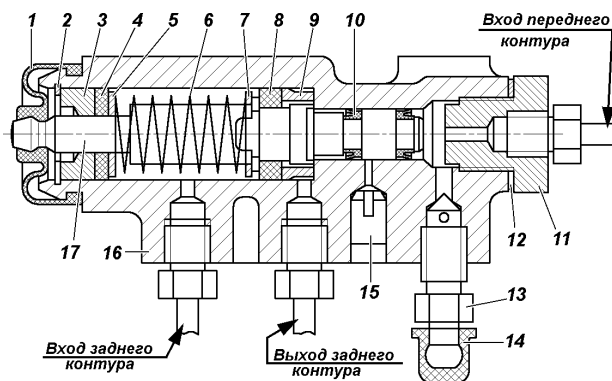

Рис. 9.37. Регулятор давления:
**Регулятор давления** (рис. 9.37). При обслуживании проверяйте работоспособность регулятора давления. Очищайте регулятор от грязи и проверяйте надежность его крепления. Внешним осмотром убедитесь, что регулятор и детали его привода не имеют повреждений, отсутствуют
Обращайте внимание при осмотрах гидропривода на расположение контрольной заглушки 15 (рис. 9.37) и отсутствие подтекания из-под нее тормозной жидкости. В нормальном состоянии заглушка должна быть утоплена в отверстие корпуса регулятора до упора. При выступании заглушки из отверстия и подтекании тормозной жидкости регулятор подлежит ремонту или замене.
3. Завернуть болт 4 до соприкосновения его с хвостовиком поршня 17 (рис. 9.37) регулятора.